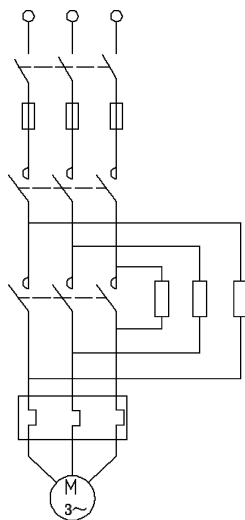

图 6-106 绘制小圆圈
(15) 单击“默认”选项卡“绘图”面板中的“圆”按钮, 在竖线顶端绘制一个小圆圈, 并复制到其他两个竖线顶端, 如图 6-106 所示, 表示线路与外部的连接点。